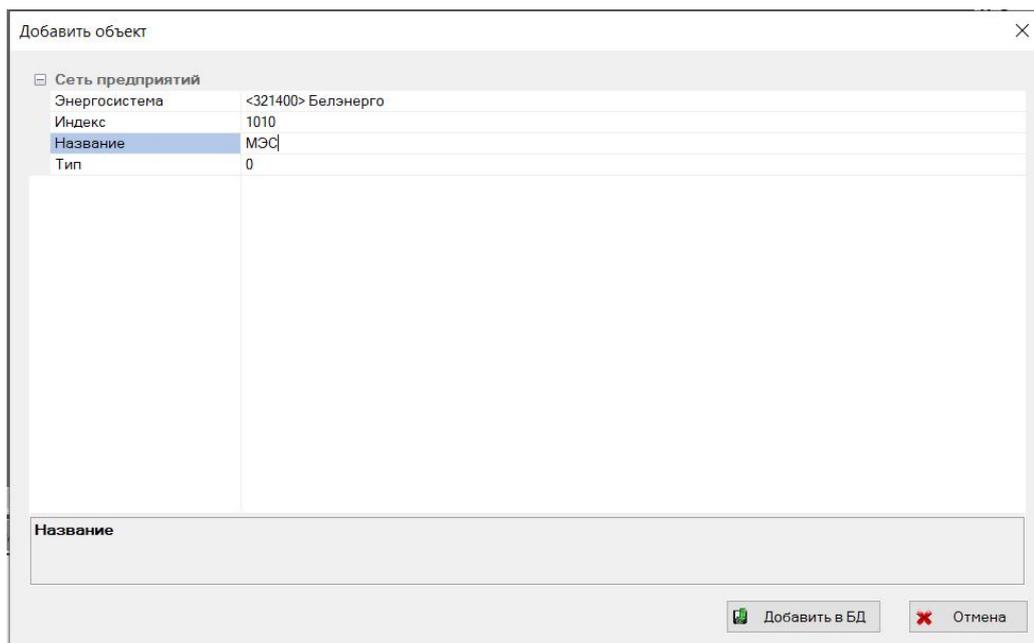

Рисунок 322 – Окно «Добавить»
**Пункт «Добавить: Сеть предприятий»** позволяет добавить в дерево предприятие электросетей. После нажатия на пункт **«Добавить: Сеть предприятий»** левой кнопкой мыши осуществляется вызов окна **«Добавить объект»**, в которое заносится имя, индекс и тип сети (рисунок 322).